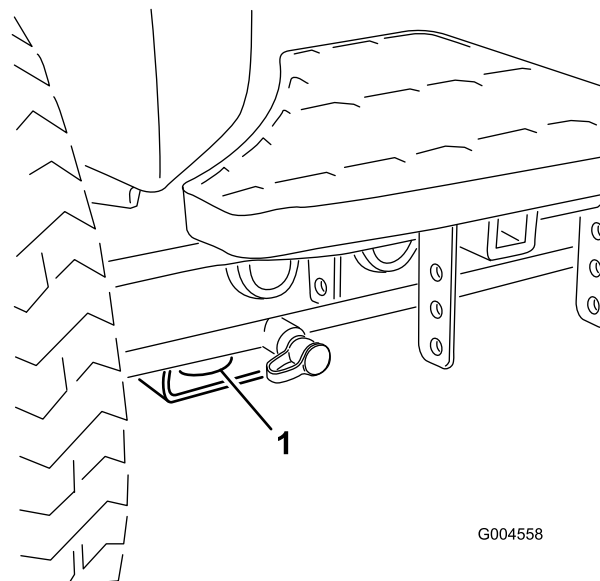

Figura 57
- Anteriore – Foro nel supporto rettangolare, sotto il tubo dell'assale, all'interno delle ruote anteriori (Figura 57).